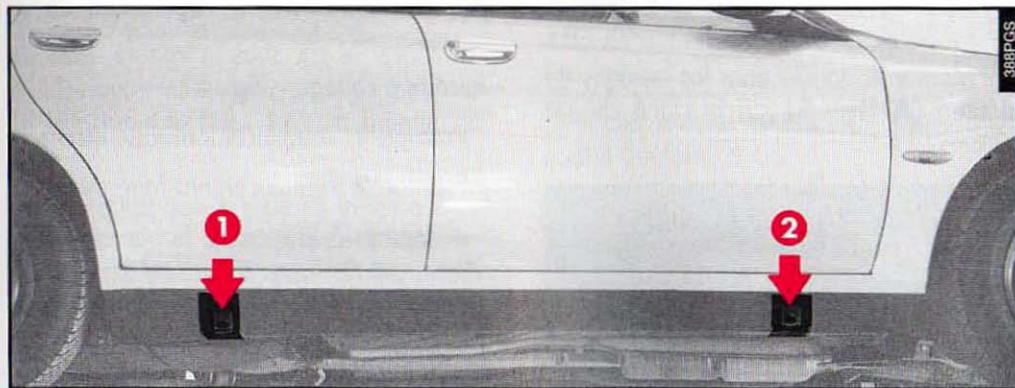

fig. 6
– Placer le cric sous la voiture, près de la roue à changer (**fig. 6**):
— Placer le cric sous la voiture, près de la roue à changer (**fig. 6**):